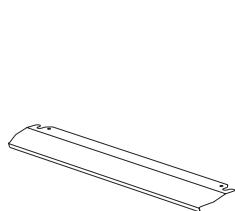

Figura 27
1. El deflector de seguridad está diseñado para proteger los mandos y los botones cuando el horno está en modo grill. (Figura 27)